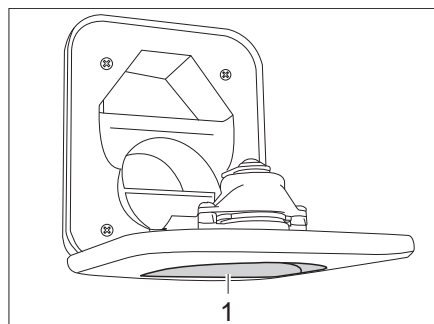

Bild 257 Frischwasser-Einfüllstutzen für Toilette
- Frischwasser-Einfüllstutzen für Toilette (Bild 257,1) oberhalb der Klappe für den Fäkalientank öffnen und nach unten schwenken.